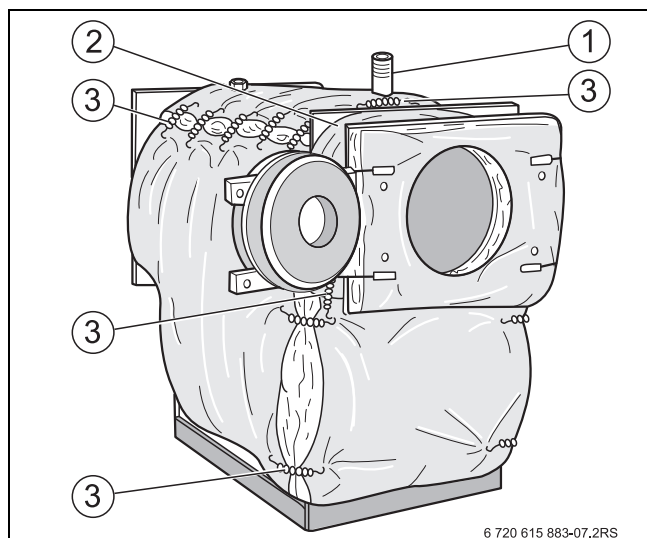

Fig. 10 Poser et fixer le matelas isolant
- Envelopper le corps de chaudière dans l'isolant et fixer les deux extrémités de l'isolant en haut à l'aide de 5 ressorts de tension [3] (→ fig. 10, page 18).
- Fermer la découpe pour le dispositif de sécurité contre le manque d'eau [1] avec 2 ressorts de tension [3] (→ fig. 10, page 18).
- Poser l'isolation thermique avant en bas sur le panneau avant du corps de chaudière et fixer de chaque côté à l'aide de 2 ressorts de tension [3] à gauche et à droite sur l'isolant (→ fig. 10, page 18).
- Poser les bandes d'isolation thermique [2] en haut autour du corps de chaudière et fixer à l'aide de 2 ressorts de tension [3] à droite et à gauche sur la partie inférieure de l'isolation thermique avant (→ fig. 10, page 18).